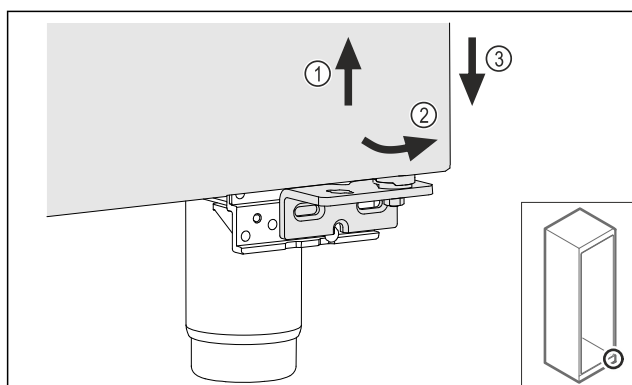

Fig. 27
- ▶ Mírně zvedněte dveře Fig. 27 (1), nakloňte je dopředu ve spodní části Fig. 27 (2) a spusťte je Fig. 27 (3).